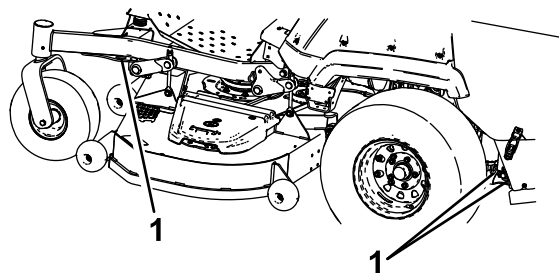

Рисунок 32
6. Прив'яжіть пристрій біля передніх коліс та задньої рами ременем, ланцюгами, тросом або канатами (Рисунок 32). Див. місцеві норми та вимоги щодо прив'язки.